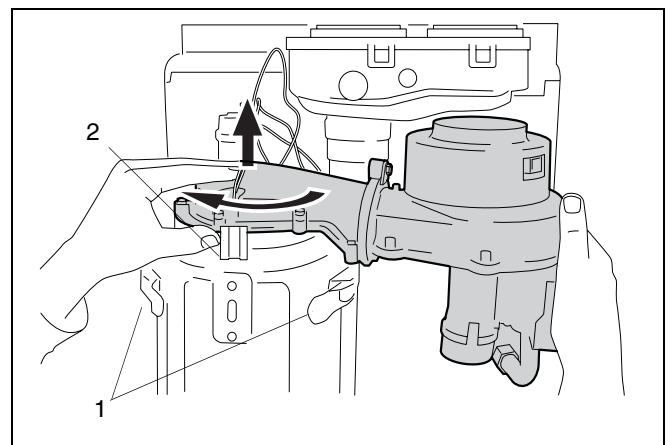

fig. 47 Gas/lucht-unit verwijderen
- De gas/lucht-unit kan nu gedemonteerd worden door deze een kwart slag naar voren te draaien (bajonet-sluiting) (→ fig. 47, [2]) en vervolgens naar boven uit de wisselaar tillen.
- Het frontdeel van de warmtewisselaar kan nu gedemonteerd worden door de snelsluitingen los te klikken (→ fig. 47, [1]).